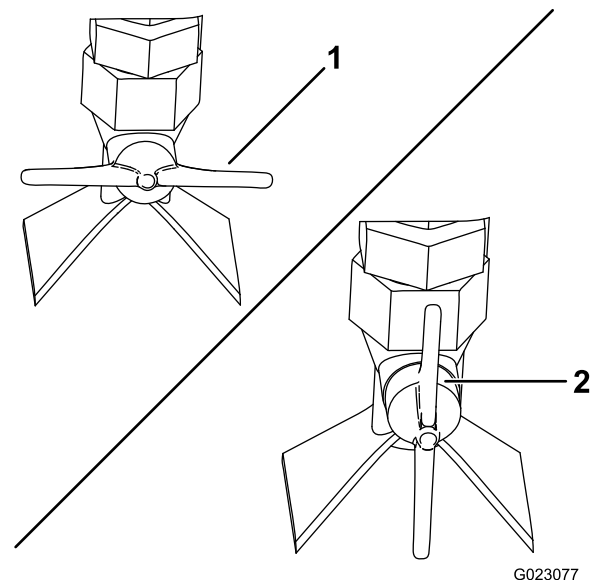

Figura 91
- Para selecionar o jato em leque—gire a válvula de aspersão na lateral do bico para a posição horizontal (Figura 91).
- Para selecionar o jato sólido—gire a válvula de aspersão na lateral do bico para a posição vertical (Figura 91).